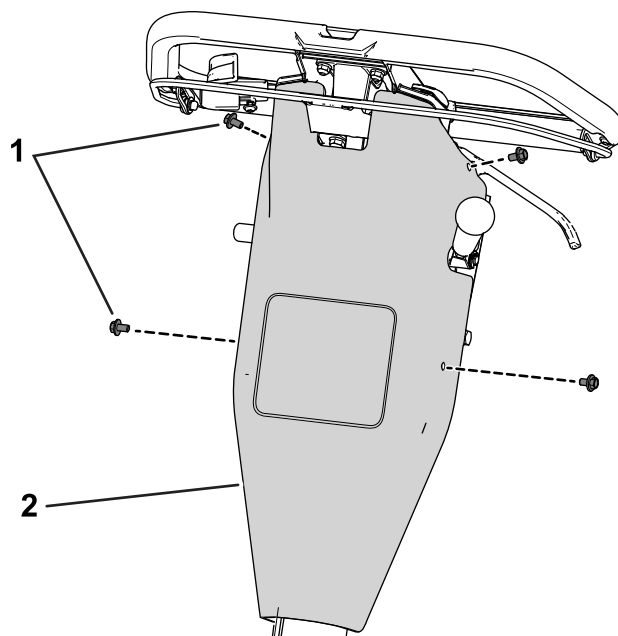

Figure 41
B. Déposez le couvercle de commande en retirant les vis qui le fixe au panneau arrière (Figure 41).